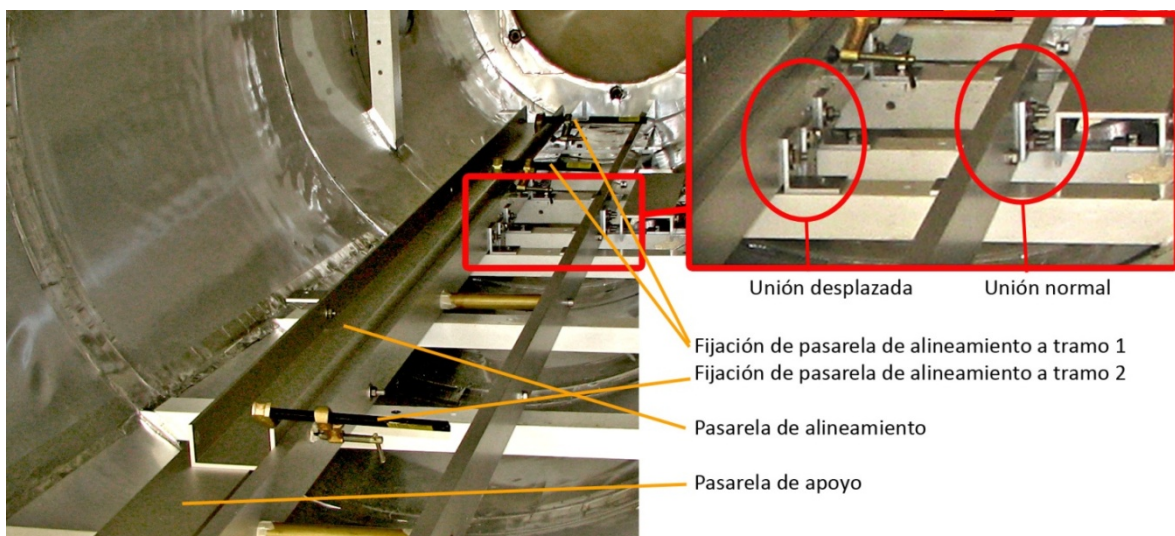

Figura 15. Alineamiento del segundo tramo de raíles con el primero.
Primero se unen los tramos de raíles utilizando las piezas (4) y los tornillos (36) con las correspondientes arandelas (31) y tuercas (33). Los tornillos no se aprietan para disponer de margen de maniobra. Para poder colocar la pasarela pegada a los raíles hay que desplazar hacia abajo las dos piezas (4) utilizando sus agujeros superiores y los taladros inferiores de los raíles. De esta forma no interferirán con la pasarela (ver Figura 15).